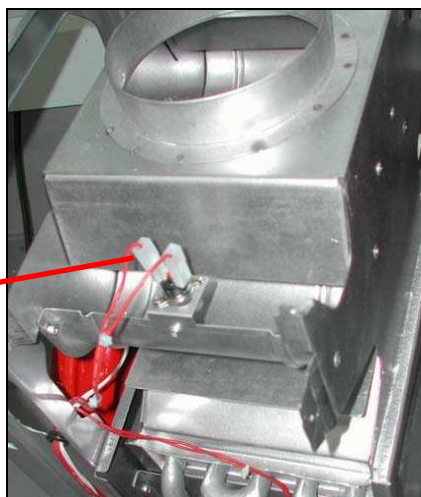

Рисунок 36
- ❑ Термостат (датчик опрокидывания тяги) расположен на верхней крышке дымохода слева (Рисунок 36).